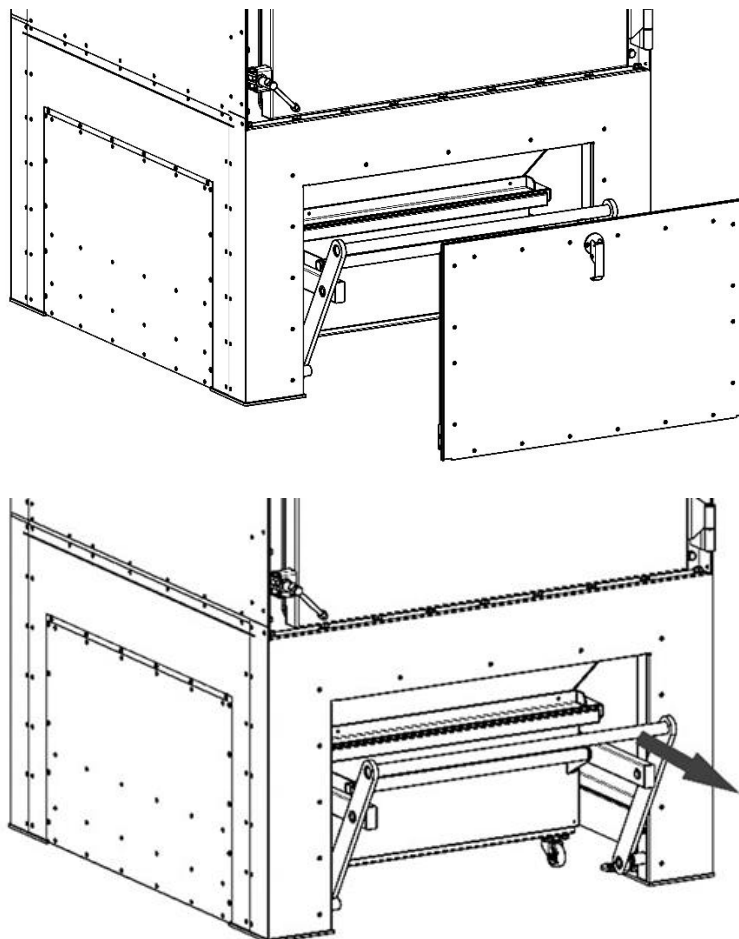

Рисунок 15
- 2) 3) снять панель теплоизоляции пылесборника, потянуть за рычаг механизма поджатия пылесборника и выкатить из-под фильтра заполненный пылесборник (рисунок 15);